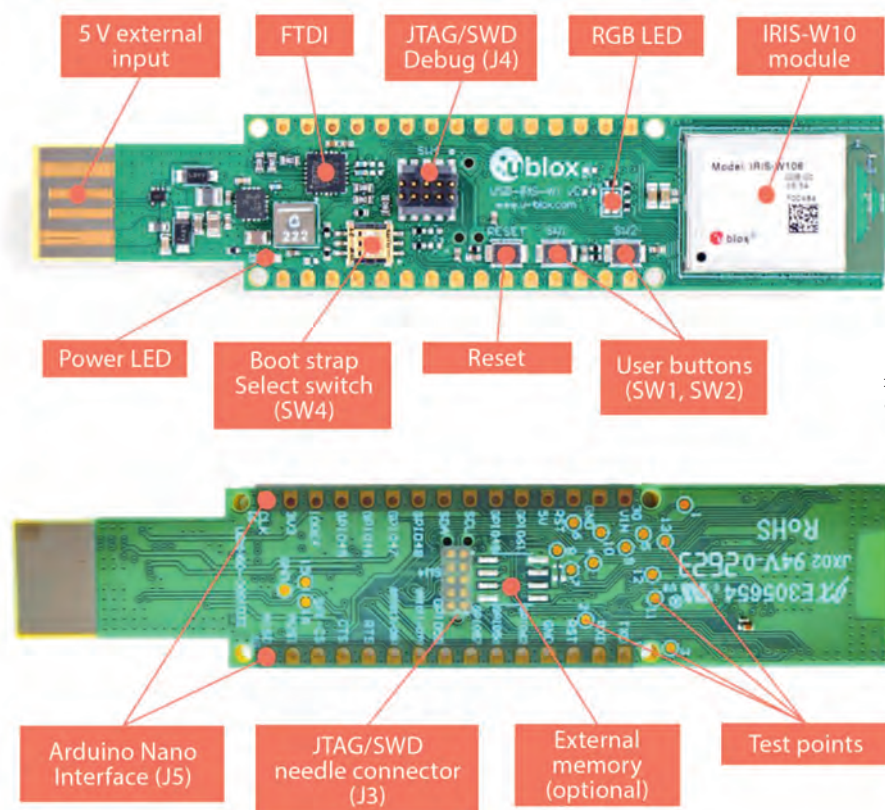

Figura 3
Pentru evaluarea inițială și prototipare, instrumentul **USB-IRIS-W1** de la u-blox permite dezvoltatorilor să exploreze rapid capabilitățile modului IRIS-W10. Acest kit integrează un modul IRIS-W106, elemente de bază ale interfeței cu utilizatorul (UI) și multiple interfețe pe o placă de circuit imprimat de dimensiuni reduse, echipată cu un conector USB Type-A (Figura 3).